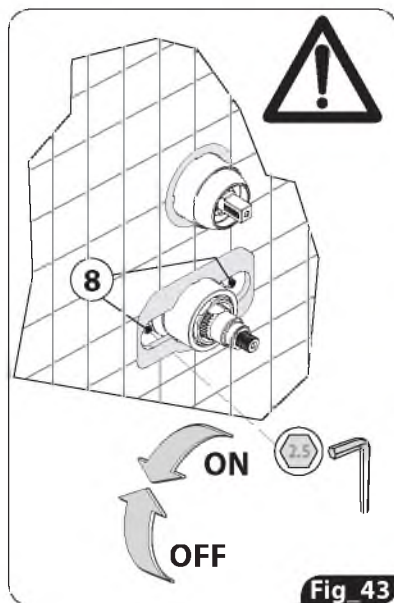

Fig. 43
2. Chiudere l'alimentazione acqua avvitando a fondo i grani dei tappi ON-OFF (8). (fig. 43)
10. Riaprire l'alimentazione acqua svitando completamente i grani dei tappi ON-OFF (8). (fig. 43)
11. Posizionare la piastra di copertura (16).
12. Inserire la maniglia deviatrice e di erogazione (6). Fissarla con l'apposito grano (14) ed inserire tappino (15).
2. Shut of the water supply by screwing in completely the ON-OFF cap grub screws (8) (Fig. 43).
10. Turn the water supply back on by unscrewing completely the ON-OFF cap grub screws (8) (Fig. 43).
11. Replace the cover (16).
12. Remount the diverter and supply knob (6). Fix in place using the grub screw (14) and insert the cap (15).